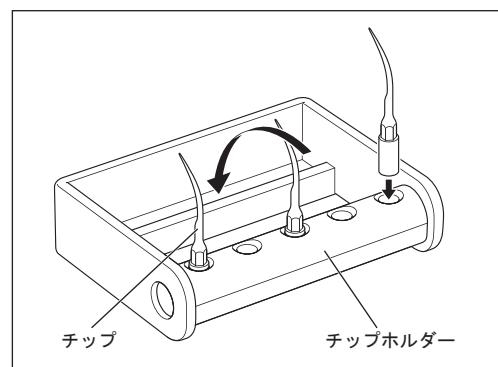

図64
- ・チップホルダーはオートクレーブ滅菌可能です。最大5種類のチップまで同時に滅菌することができます。滅菌の際は、矢印の方向にチップを倒して使用してください（図64）。